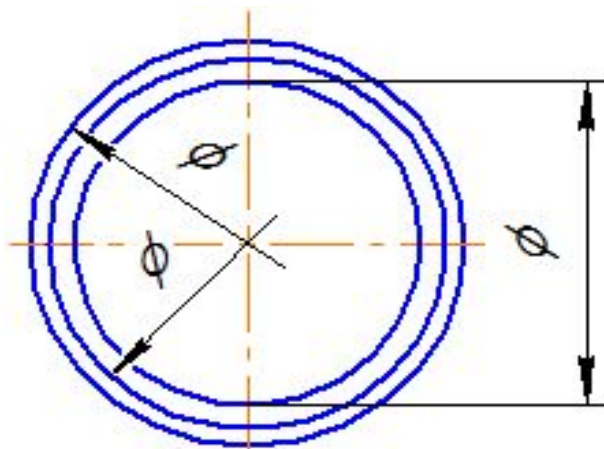

Рисунок 3.5
- При указании размера диаметра окружности; при этом обрыв размерной линии делают дальше центра окружности (Рисунок 3.5);